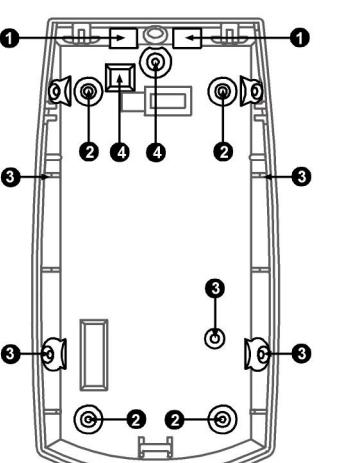

Fig2 Knockout holes | Orificios troquelados | Trou de débouchure | Fori ciechi | Otwory montażowe
3. Remove the appropriate knockouts for the mounting screws for proper installation Fig.2 B or C.
3. Relirez les débouchures appropriées pour les vis de fixation pour une installation correcte Fig.2 B ou C.